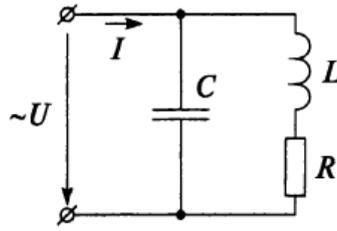

Рисунок 5
15. К питающей сети с напряжением 110 В параллельно подключены конденсатор и катушка индуктивности с активным сопротивлением 5 Ом и индуктивностью 0,02 Гн (рис. 5). При частоте питающего напряжения 120 Гц в контуре возник резонанс. Определить емкость конденсатора и ток в неразветвленной части цепи при резонансе токов.